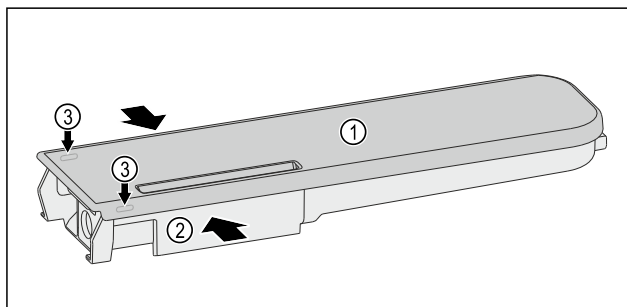

Fig. 136
- ▶ Сожмите бак для воды Fig. 136 (2) и осторожно возьмите крышку Fig. 136 (1) за фиксирующие выступы Fig. 136 (3) и потяните ее вверх.
- ▶ Слегка подвигайте крышку Fig. 136 (1) вперед и назад и снимите, приподняв вверх.